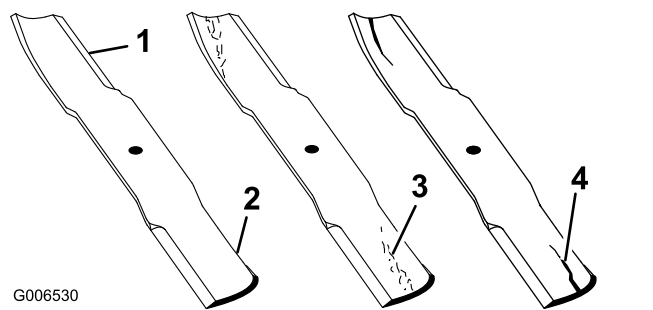

Figura 69
1. Inspectați marginile de tăiere (Figura 69).
4. Dacă observați orice crăpături, urme de uzură sau formarea unei fante în această zonă, instalați imediat o lamă nouă (Figura 69).